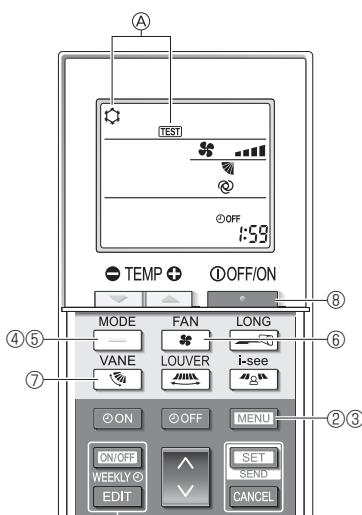

Fig. 7-5
- ① Włączyć zasilanie jednostki co najmniej 12 godzin przed ruchem próbnym.
- ② Nacisnąć przycisk **[MENU]** na 5 sekund. (Fig. 7-5)
Zostanie wyświetlony napis **Ⓐ [TEST]** i bieżący tryb pracy. (Fig. 7-5)